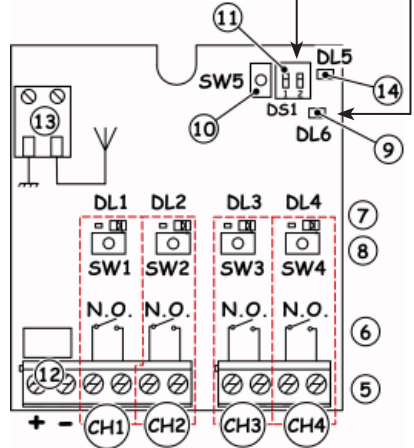

Fig. 1
4. Presione 1 segundo el pulsador del receptor (Fig.1 ref. ⑧), correspondiente al canal al que se quiere asociar el radiomando.
5. El diodo correspondiente en el receptor (Fig.1 ref. ⑦), empieza a destellar lentamente durante 5 seg.